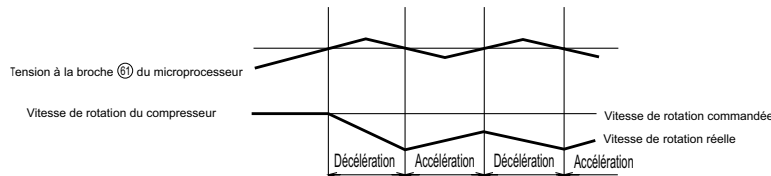

Fig. 6-3
La Fig. 6-3 représente le contrôle de vitesse de rotation. Lorsque la tension à la broche ⑥ du microprocesseur dépasse la valeur définie, le microprocesseur réduit la vitesse de rotation du compresseur, ainsi que la charge.